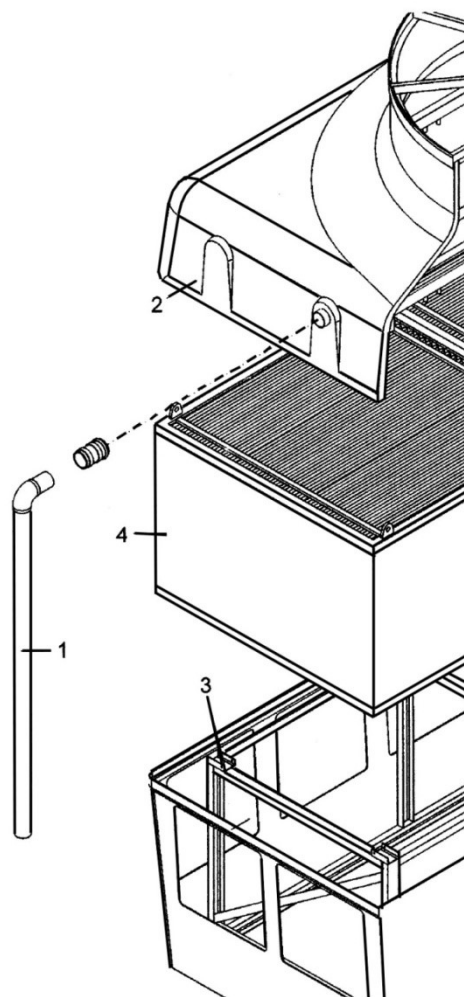

Fig. 23
- 1. Disassemble the secondary circuit impulse pipe. (fig 23/1).
- 2. Remove the hood. (fig. 23/2).
- 3. Remove the 4 screws fastening the coil to its support. (fig 23/3).
- 4. Remove the coil. (fig 23/4).
- 1. Démonter le tuyau d'arrivée du circuit secondaire (fig. 23/1).
- 2. Démonter le chapeau (fig. 23/2).
- 3. Enlever les quatre vis de fixation de la batterie à son support (fig. 23/3).
- 4. Démonter la batterie (fig. 23/4).
1. Desmontar el tubo de impulsión del circuito secundario. (fig. 23/1).
2. Desmontar la caperuza. (fig. 23/2).
3. Quitar los 4 tornillos de sujeción del serpentín a su soporte (fig. 23/3).
4. Desmontar el serpentín (fig. 23/4).